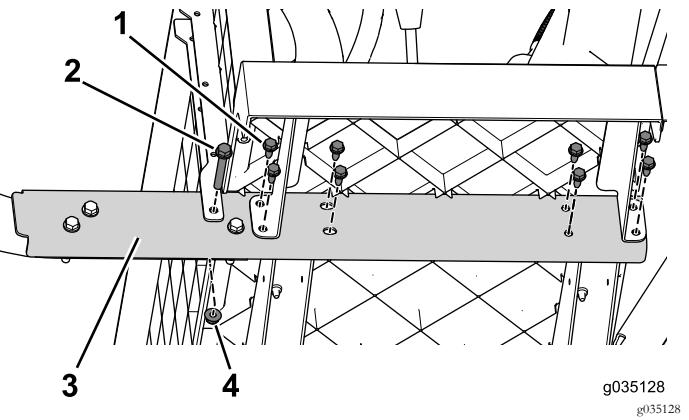

図 65
3. 車体にサイドレールを固定しているフランジボルト3/8 x 2-1/2インチとナットを外す図 65。車体の反対側でも同じ作業を行う。
4. 車体の前方から後方に向かって順に、サイドレールを固定しているフランジボルト5/16 x 3/4インチを外す図 65。車体の反対側でも同じ作業を行う。